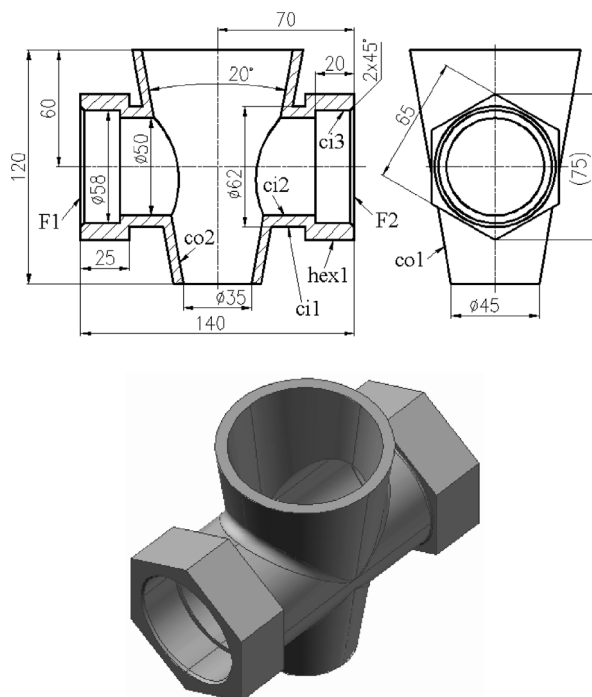

Fig. 9.29 Exercițiul 9.8 – tema
Exercițiul 9.8 Modelarea unui solid compus, cu axe pe două direcții – Fig. 9.29.
- Se începe prin modelarea celor două volume conice verticale, exterior și interior (co1 și co2) – Fig. 9.29.